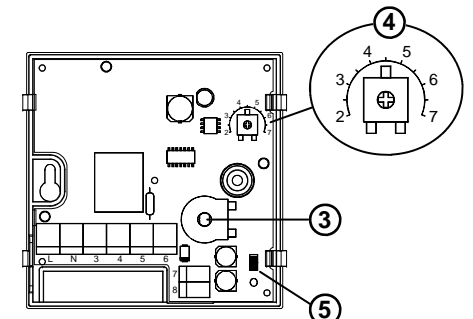

Fig. 5
Quando la temperatura ambiente rilevata è inferiore a quella impostata con il trimmer interno, (3) di Fig. 5, il termostato attiva il relè e contemporaneamente si accende il LED rosso posto sul frontale.
Tramite il trimmer interno di regolazione, (3) di Fig. 5, e' possibile impostare la temperatura attorno a cui verterà' effettuato il controllo della temperatura ambiente, come indicato al paragrafo precedente, nel range 6°C .. 30°C.
Questa modalità consente di ridurre la temperatura impostata con la manopola di un valore pari a quello impostato sul trimmer interno (4) di Fig. 5, nel range 2°C .. 7°C. Il termostato esce dalla fabbrica con i trimmer impostato su 4,5°C.
Nel caso in cui l'installazione preveda un montaggio con sonda a distanza, è necessario rimuovere il connettore jumper JP1 (5 di Fig. 5), e collegare una sonda di tipo NTC da 4700 Ohm a 25°C con adeguato valore per il parametro beta ai morsetti 7 e 8. In caso di dubbio sul tipo di sonda da collegare si prega di consultare il costruttore.
When the measured room temperature is below the value set on the internal trimmer, (3) of Fig. 5, the thermostat turns the relay on and, at the same time, turns the red LED on.
The user can set the room temperature by moving the internal trimmer, (3) of Fig. 5, to any desired temperature, as explained in the former paragraph, between 6°C and 30°C.
This mode results in reducing the temperature set with the external dial by an amount set with the internal trimmer (4) in Fig. 5, in the range 2°C .. 7°C. The thermostat leaves the factory with the trimmer set on 4.5°C.
The thermostat leaves the factory configured by default for operation with the internal temperature sensor. If it is planned to install a remote sensor, remove the jumper connector JP1 (5 of Fig. 5) and connect an NTC type sensor (4700 ohm @ 25°C) with a suitable beta value to terminals 7 and 8. In case of doubt as to the type of sensor to connect, please consult the manufacturer.